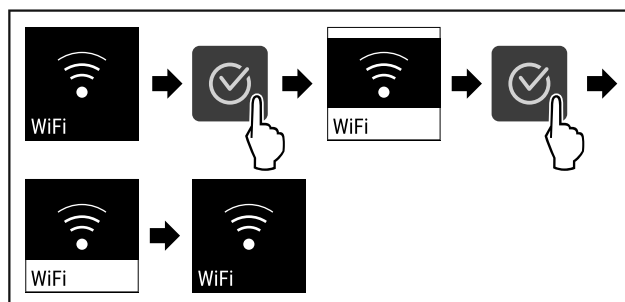

Fig. 86
- ▶ Følg anvisningene (se Fig. 86) .